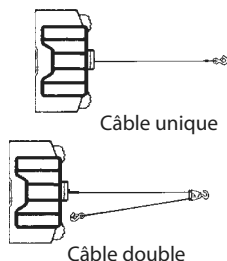

Figure 2
1. La charge maximum de travail se trouve sur l'enroulement de câble le plus proche du tambour. NE SURCHARGEZ PAS LE TREUIL. N'EFFECTUEZ PAS DE LONGUES TRACTION SUR DES CHARGES ÉLEVÉES. Les surcharges peuvent endommager le treuil et/ou le câble, et créer des conditions de fonctionnement dangereuses. POUR DES CHARGES SUPÉRIEURES À 1000 LIVRES (454 kg), NOUS RECOMMANDONS L'UTILISATION D'UN PALAN OPTIONNEL POUR DOUBLER LE CÂBLE FIGURE 2. Ceci réduit la charge sur le treuil et la contrainte sur le câble d'environ 50 %. Fixez le crochet à la partie portant la charge. **Le moteur du véhicule doit être en fonctionnement pendant le treuillage.** Si un grand nombre de treuillages est réalisé avec le moteur à l'arrêt, la batterie peut être trop faible pour redémarrer le moteur.